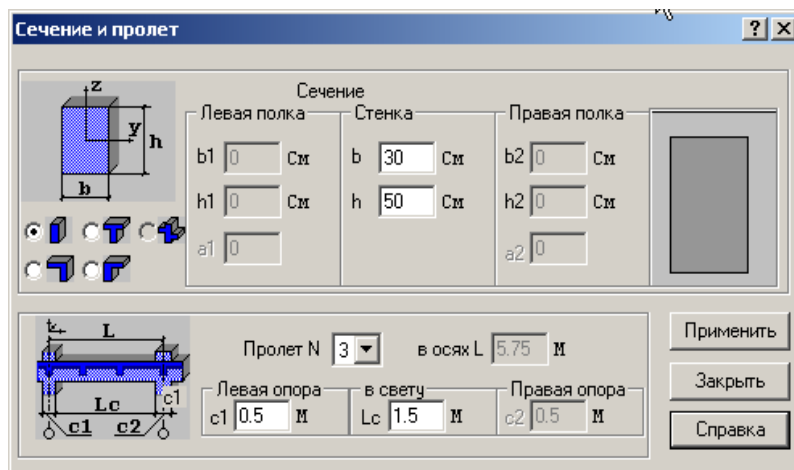

Рис.7.2.1. Окно диалога **Сечение и пролет** (пролет №3)
- В окне диалога **Сечение и пролет** (рис. 7.2.1) выполните следующие действия: